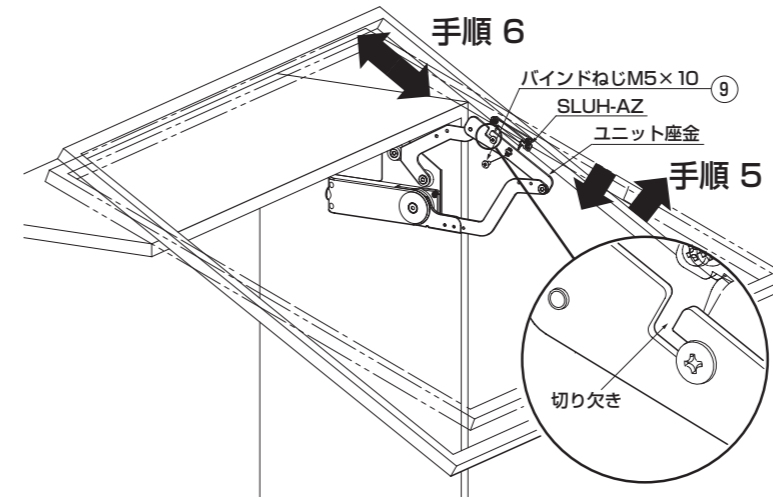

図 8. 20mm 幅アルミ枠取付図 (45mm 幅アルミ枠、木扉も同様の作業を行います。)
手順 5 EZ-SLU 本体のユニット座金の切り欠き、手順 3 または手順 4 において SLUH-SZ または SLUH-AZ に仮止めしたバインドねじ ⑤ ⑨ を引っ掛けます。(図 8.) はめ込んだ後にもう一方のバインドねじが取り付けられるように角度を合わせます。(図 8.)
手順 6 扉をはめ込んだ後、ユニット座金の長穴側から SLUH-SZ、SLUH-AZ 下側ねじ穴にバインドねじ M5 × 10 ⑤ ⑨ で左右ともに取り付けます。(図 8.) 扉高さ方向の調節を行い、バインドねじ M5 × 10 ⑤ ⑨ 左右各 2 本を確実に締め込み固定します。